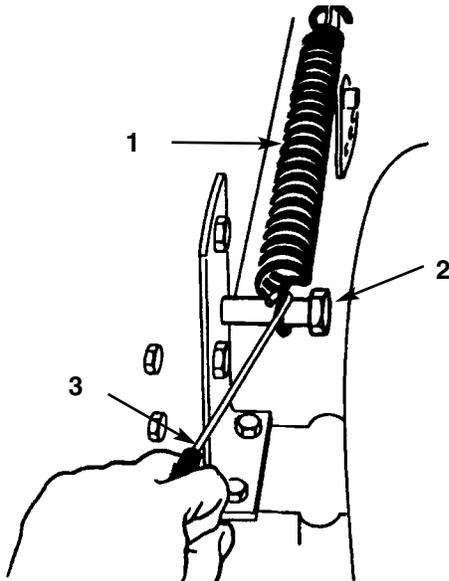

Bild 38
3. Die Spannfeder der Schnitthöheneinstellung von der Befestigungsschraube entfernen (Bild 38), dabei das mitgelieferte Federwerkzeug benutzen. Diese Feder befindet sich zwischen Rahmen und rechtem Hinterrad.
12. Den Schritthöheneinstellhebel (Mähdeckhub) in die "D"-Auskerbung bringen. Die Hubzugfeder zum Ablagern am Befestigungsbolzen einhaken (Bild 38).
15. Die Schnitthöhenefeder in die Befestigungsschraube (Bild 38) einhaken, dabei das mitgelieferte Federwerkzeug benutzen.